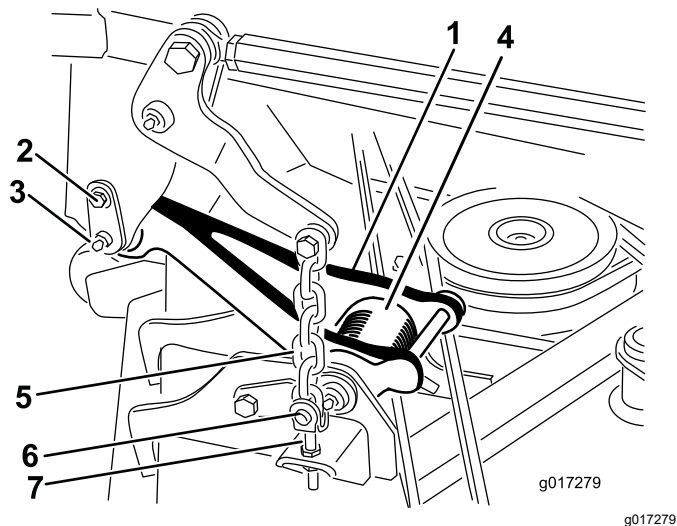

図 29
2. リングピン4本とクレビスピンを使って、昇降チェーンをデッキの調整クレビスに固定する 図 29。
5. プルリンクをキャリアフレームに合わせて、リンクをリテーナピンで接続する 図 29。リテーナピンは、ショルダねじでフレームに固定する 図 29。